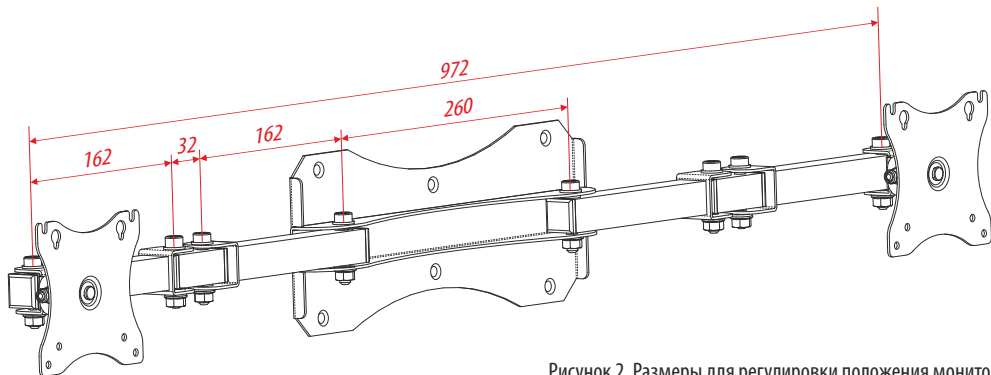

Рисунок 2. Размеры для регулировки положения монитора
4.7 Отрегулируйте положение мониторов (см. рис.2, 4). При необходимости подтяните осевые винты с помощью соответствующего шестигранного ключа и гаечного ключа.